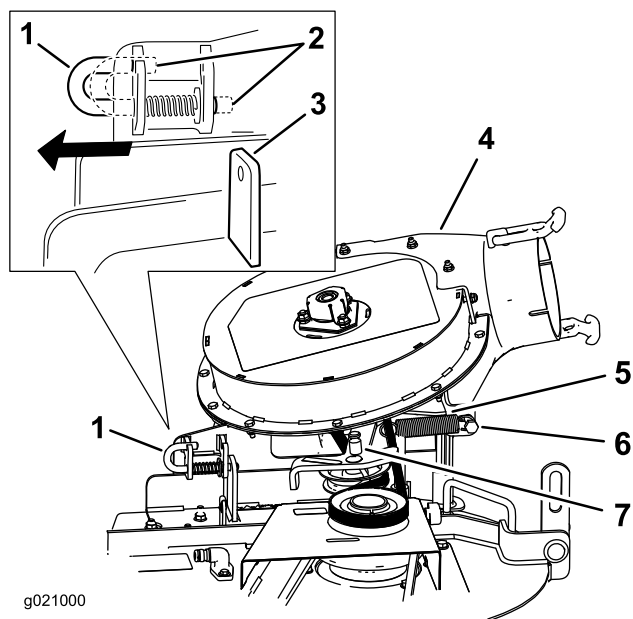

Figura 16
3. Mueva el pestillo de la posición de bloqueo a la posición de abierto (Figura 16).
5. Mueva el pestillo a la posición de bloqueo (Figura 16).
Nota: Asegúrese de que el pestillo pasa por el taladro del soporte del soplador (Figura 16).
5. Coloque el muelle sobre la clavija de la polea tensora (Figura 16).
6. Instale el muelle en el perno de cuello largo (Figura 16).